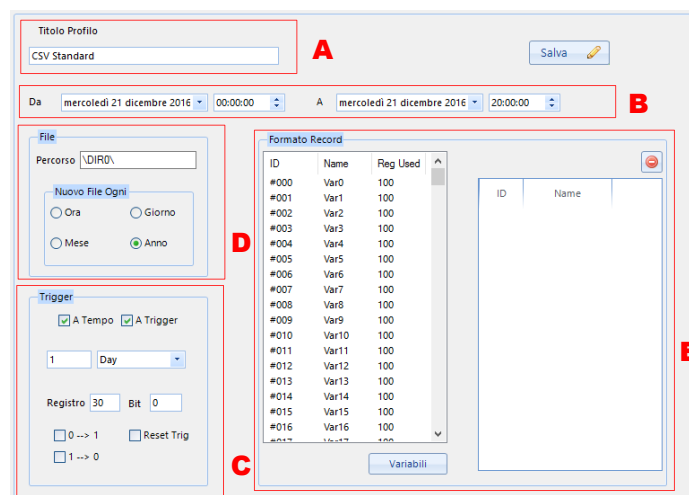

Fig. 6.26
- Il titolo del Profilo (Fig.6.26-A): nome scelto a piacere e utilizzato per riconoscere l'elemento.
- Data e ora di inizio e di fine (Fig.6.26-B): indicano il periodo di validità dell'elemento, che si attiva solo nel periodo compreso tra queste due date.
- Evento che scaturisce l'azione (Fig.6.26-C):
- Directory di destinazione/Durata di ogni file (Fig.6.26-D): la directory di destinazione indica la directory nella quale verranno creati tutti i file della task corrente. Se la directory indicata non esiste, verrà creata in automatico. La durata del file implica che ogni volta che cambia il parametro impostato (ora, giorno, mese, anno) il file corrente verrà chiuso e verrà creato un nuovo file. Al nuovo file verrà assegnato un nome in base al valore momentaneo di ciò che si è selezionato(ora/giorno/mese/anno).
- Elenco delle variabili da salvare (Fig.6.26-E): trascinando le variabili indicate nella lista a sinistra nella lista a destra verranno creati i campi (colonne del CSV) di composizione del record. Per modificare le variabili, premere il pulsante “Variabili” (fare riferimento alla sezione “Inserimento Variabili, Stringhe, Testi”).